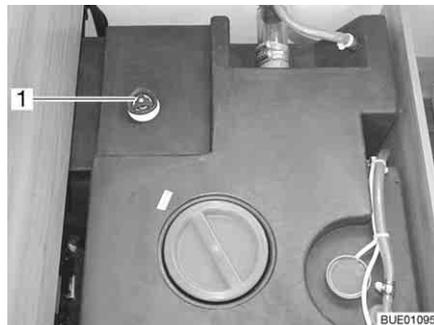

Bild 245 Wassertank mit Drehgriff
- Auf dem Wassertank den Drehgriff (Bild 245,1) entgegen dem Uhrzeigersinn über den Widerstand hinaus bis zum Anschlag drehen, um die Ablauf-öffnung vollständig zu öffnen.